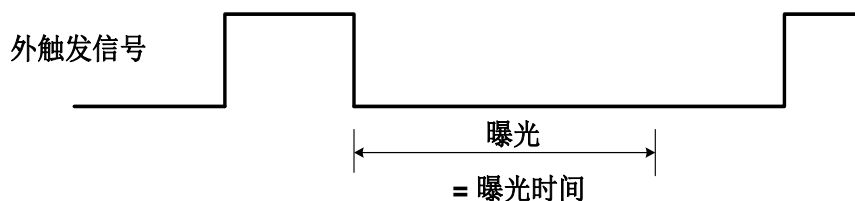

图 8-27 下降沿触发定时曝光模式时序图
- 如果启用下降沿触发，曝光会在触发信号下降时开始，一直持续到曝光时间结束，如图 8-27 所示